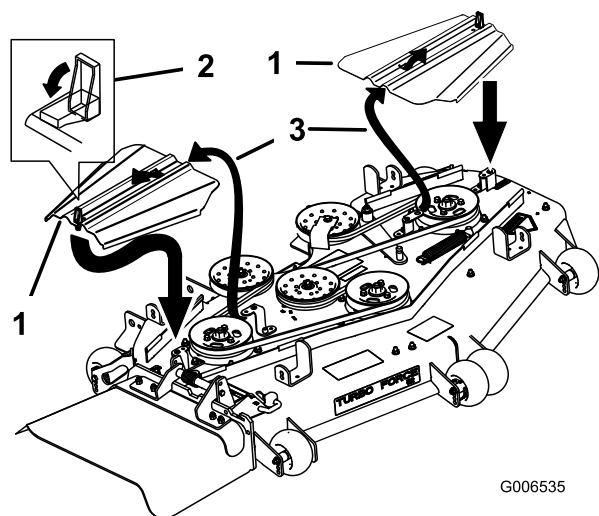

Figura 88
12. Montate i copricinghia infilandoli nelle linguette, avvitate i bulloni e chiudete i dispositivi di fermo (Figura 88).